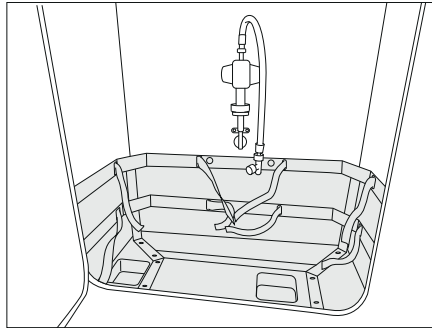
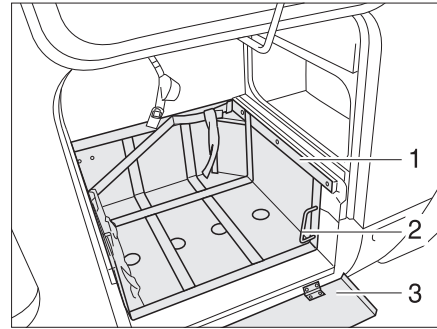

Fig. 151 Caja para bombonas de gas
Fig. 152 Caja para bombonas de gas, con carro extraíble (variante 1)
- Si se dispone de una chapa protectora, plegar la chapa protectora (Fig. 152,3) hacia abajo.
- Desbloquear el carro (Fig. 152,1) a través del tirador (Fig. 152,2).
- Extraer el carro (Fig. 152,3) hasta el tope.
- Girar el tirador (Fig. 152,2) hacia atrás.
- Desbloquear el carro (Fig. 152,3) a través del tirador (Fig. 152,2).
- Introducir el carro (Fig. 152,3) hasta el tope y girar el tirador (Fig. 151,2) hacia atrás.
- Si se dispone de una chapa protectora, plegar la chapa protectora (Fig. 152,1) hacia arriba.